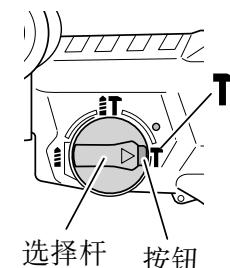

图 19
按下按钮并将选择杆对准 **T** 记号，可以将电动锤钻设置为只锤钻模式 (图 19)。
- (3) 旋转选择杆，使其对准 **T** 记号 (图 19)。